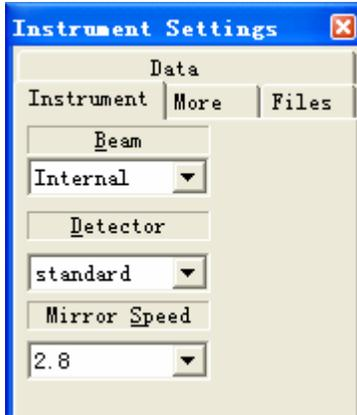

图 3 仪器栏
2. 仪器栏(instrument): 设置各参数如图3所示。